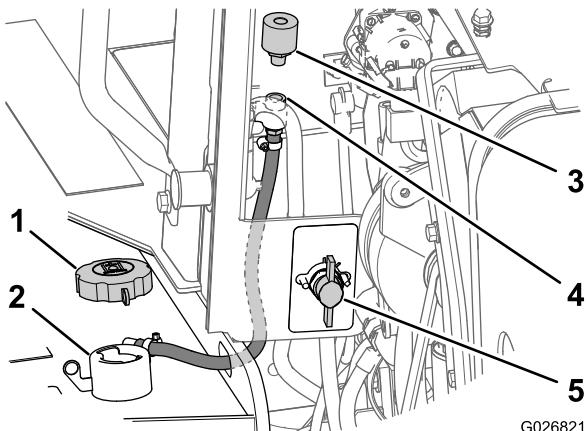

Figura 112
2. Gire el interruptor de desconexión de la batería a la posición de Desconectado (Figura 112).
3. Retire el tapón de llenado del cuello de llenado del depósito (Figura 112).
4. En el lado delantero del compartimiento del motor, retire el respiradero del acoplamiento de tubo girando el respiradero en sentido antihorario (Figura 112).
5. Instale un respiradero nuevo en el acoplamiento del tubo y apriételo a mano solamente (Figura 112).